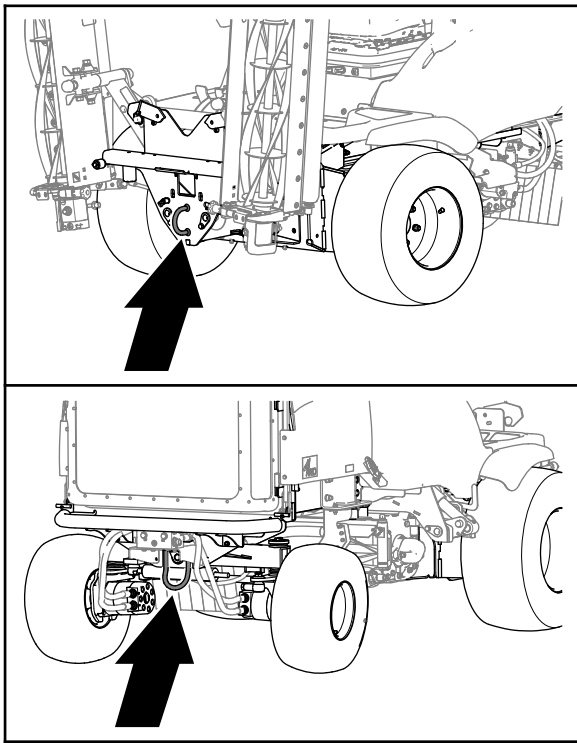

Figure 34
5. Accouplez une barre de remorquage **rigide** entre l'anneau de remorquage avant de la machine et le véhicule de remorquage (Figure 34).